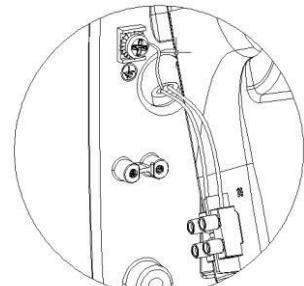

Bild Nr. 8
2. Anschluss- und Erdkabel (3 Kabel 14 AWG/105°C) durch die vorgesehene Kabeldurchführung in der Grundplatte (\varnothing 22 mm bzw. \varnothing 0,87") anschließen, wie in Bild Nr. 8 dargestellt.
4. Die beiden Phasen (N und L) an der Klemme und das Erdkabel an der dafür vorgesehenen Erdungsschraube (Klasse I) anschließen, wie in Bild Nr. 8 dargestellt.